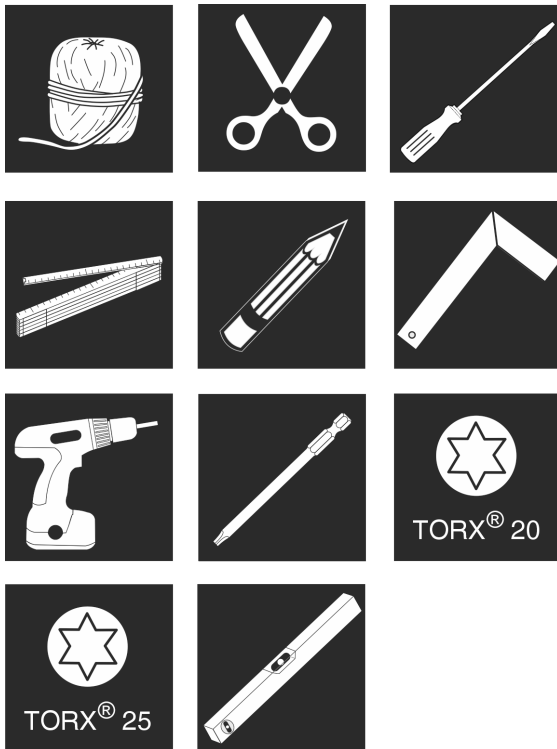

Fig. 10
1. Avoir l'outil à disposition. *Fig. 10 ()*